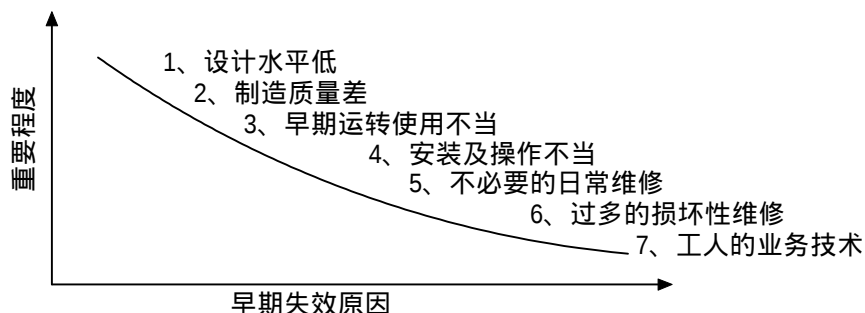

图 1 设备早期故障原因
1) 故障根源分析。对于故障根源分析不应局限于解决表面故障问题，设备早期故障根源如图 1 所示。